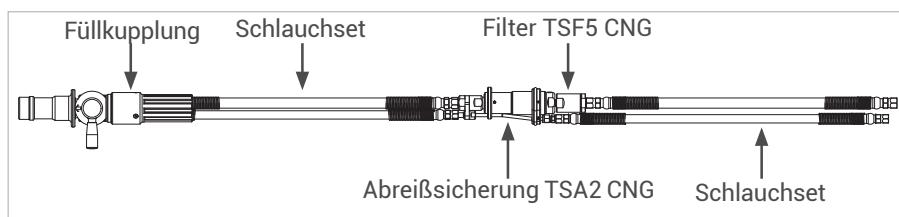

Abbildung 4
- ▶ Beachten Sie die Durchflussrichtung auf dem Filtergehäuse des TSF5 CNG. Die Durchflussrichtung ist mit einem Pfeil gekennzeichnet (siehe roter Pfeil in Abbildung 4).
- ▶ Verschrauben Sie die Betriebsmedienzuleitung „B1“ druckdicht mit dem Füllschlauch der Tankstelle (Abbildung 4). **Anzugsdrehmoment** siehe Tabelle Seite 53.